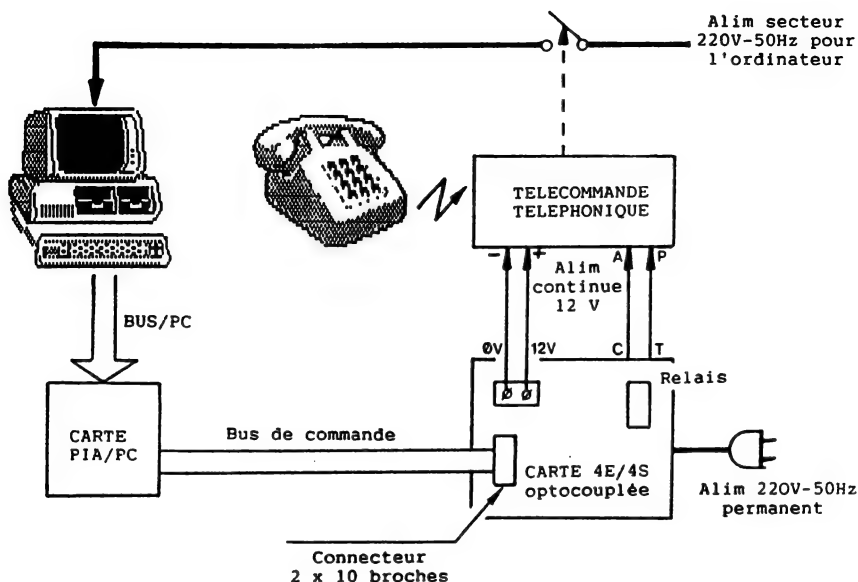
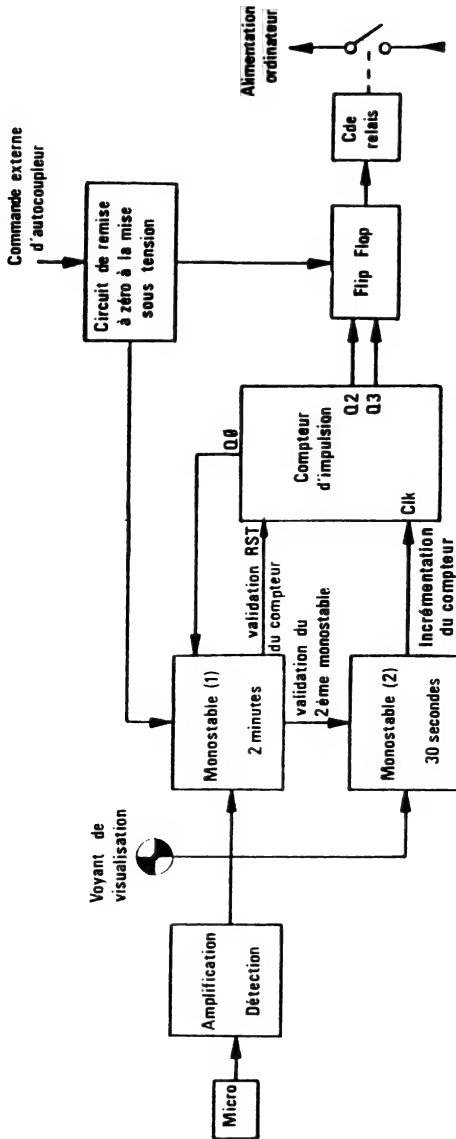

Fig. 20.1
Fig. 20.7
PRINCIPE (fig. 20.1)
Relier les points marqués 0 V et + 12 V au bornier de la carte 4 entrées/4 sorties repéré 0 V et + 12 V en respectant la polarité. Relier le point A au point C₁ de la carte 4 entrées/4 sorties et le point P au point P₁. Prévoir des longueurs de fils suffisantes pour pouvoir éloigner les deux cartes d'au moins 50 cm pour éviter que le micro ne capte le rayonnement 50 Hz du transformateur (voir figure 20.1).
Suite à une mise en route de l'ordinateur par téléphone, et si on relie les points repérés P et A (voir figure 20.1), cela aura pour effet de désactiver le relais. Cette commande peut être réalisée par les contacts commun (C) et travail (T) d'un des 4 relais de la carte 4 Entrées/4 Sorties. Elle vous permettra après avoir exécuté un programme d'arrosage automatique par exemple de couper l'alimentation de votre ordinateur par le logiciel assurant ainsi une économie d'énergie (fig. 20.7).